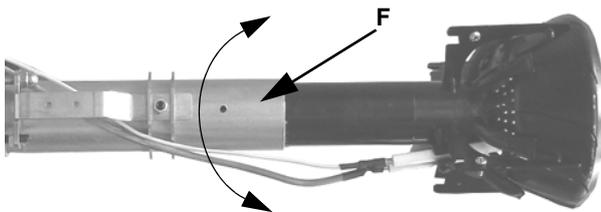
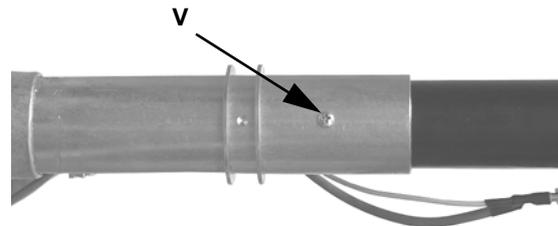

Fig. 19
Fig. 20
- 5 Rimuovere la flangia e la testa di combustione insieme (Fig. 19).
7 Svitare la vite **V** che fissa la testa di combustione al tubo testa, girare la testa di 180° come indicato in Fig. 19), fino a incontrare il foro **F**, e fissare nuovamente la vite **V** (Fig. 19 - Fig. 20).